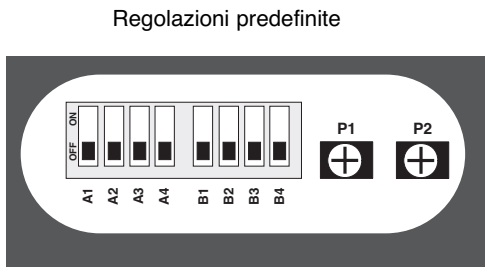

Fig. 17
**Regolazioni sulla scheda** (fig. 17) :